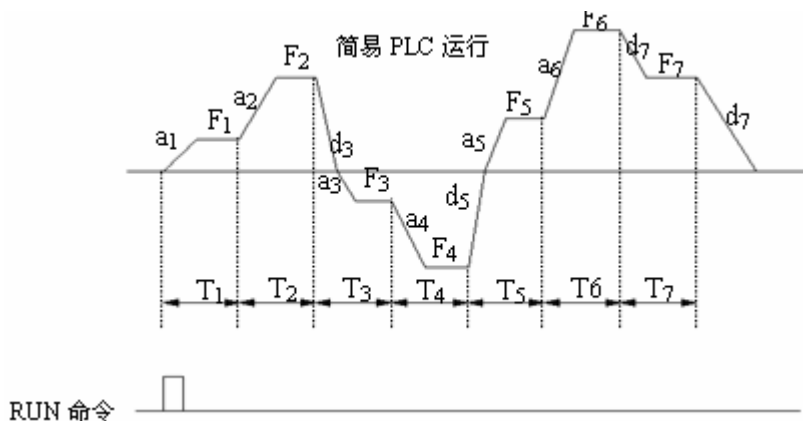

图 4-41 PLC 单循环后停机方式
**1: 单循环后停机.**如图 4-41, 变频器完成一个循环后自动停机, 需要再次给出运行命令才能起动。